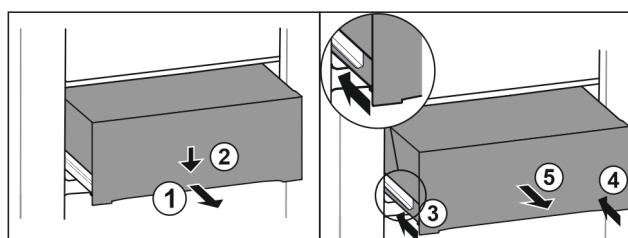

Fig. 88
- Vytiahnite zásuvku do polovice. Fig. 88 (1)
- Zatlačte zásuvku na prednej strane smerom nadol. Fig. 88 (2)
- Zasuňte ľavú kolajničku o cca 2 cm. Fig. 88 (3)
- Zasuňte pravú kolajničku o cca 2 cm. Fig. 88 (4)
- Odoberete zásuvku dopredu. Fig. 88 (5)